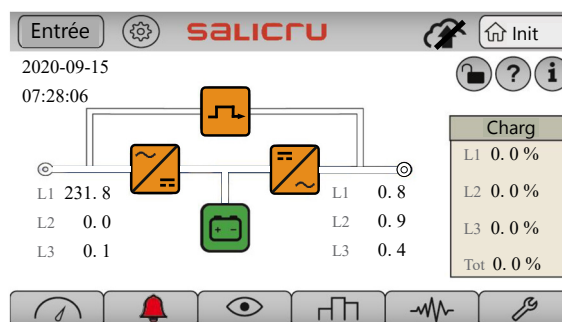

Fig. 64. Écran principal avec arrêt d'urgence EPO activé. Aucun flux d'énergie n'est représenté, il n'y a pas de tension de sortie.
- f. Les charges ne sont pas encore alimentées, mais l'ASI est déjà sur mode en attente ou initial (en «stand-by»), sans alarmes critiques. Vérifiez que l'alarme «Arrêt d'urgence» disparaît et que l'état de l'UPS est «ASI ON / En attente». Le synoptique de l'équipement correspond toujours à celui de la Fig. 64 (équipement à l'arrêt, aucun flux d'énergie actif).